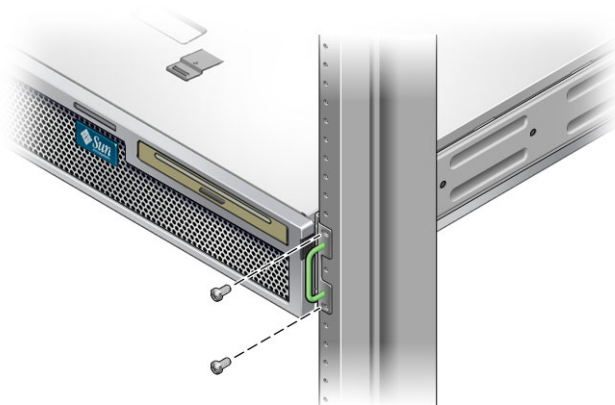

图 3-13 将服务器的前部固定到机架上
15. 使用螺丝（每侧使用两颗），将安装到服务器侧面的固定式装配托架的前部固定到机架的前部（图 3-13）。